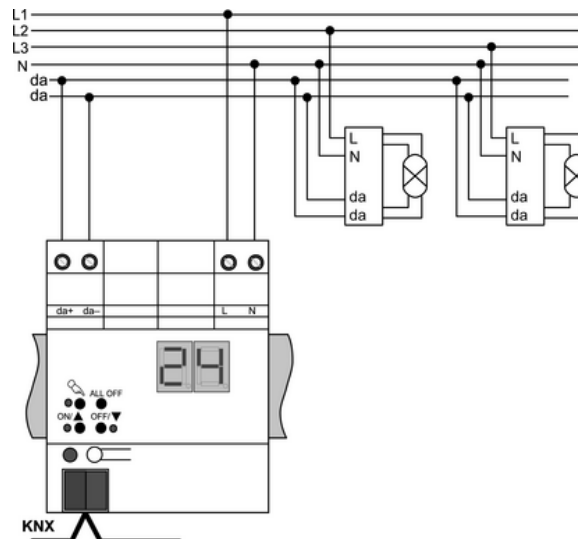

Bild 3
- Gerät gemäß Anschlussbeispiel anschließen (Bild 3).